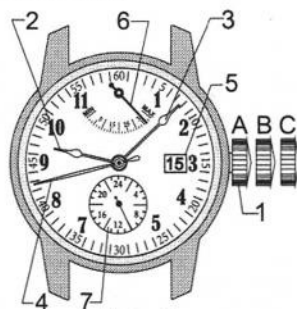

Рис. 8
- указатель резерва хода (6);
- 24-часовую шкалу (7);
- календарь чисел месяца в окне циферблата (5).
Заводная головка (1) имеет три положения Рис.8: